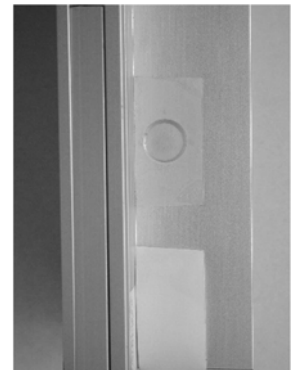

Bild 4
- Unterhalb der zusätzlichen Montagebohrungen ist ab Werk jeweils ein Abdeck-Folienstreifen provisorisch angebracht (Bild 4).